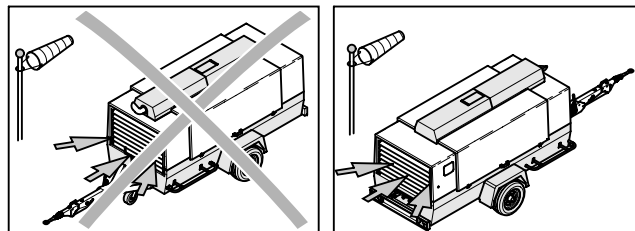

Fig. 3.3 Kompressorens bagende op mod
Træk parkeringsbremsen (1). Kompressoren skal så vidt muligt stå vandret; den kan dog bruges, selvom den ikke står helt vandret, men positionen må ikke være mere end 15° ude af vater. Hvis kompressoren parkeres på en hældning, skal der lægges klodser (kan fås som ekstraudstyr) foran eller bag hjulene. Sæt kompressoren mod vinden (see Fig. 3.3), ikke hvor der er vindstrømme og ikke ved en mur. Undgå at motorens udstødning vender tilbage til indsugningen. Det kan forårsage overophedning, så motorens effekt reduceres.